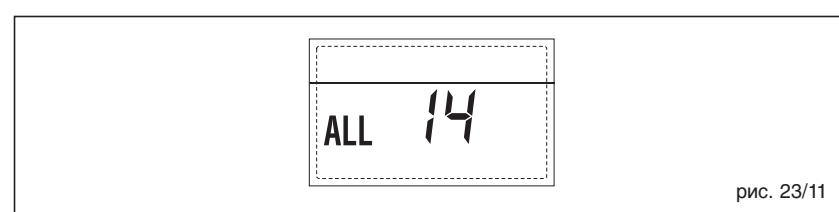

рис. 23/11
- НЕПОЛАДКА ВЕНТИЛЯТОРА, "ТРЕВ. 15" (рис. 23/12)